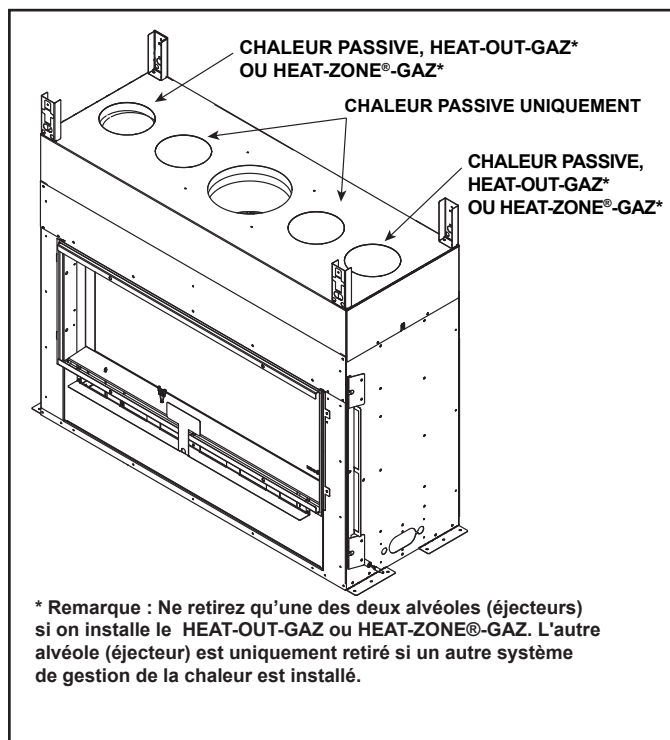

Figure 6.4
- La chaleur passive peut être utilisée avec le HEAT-OUT-GAZ ou un HEAT-ZONE®-GAZ. Les alvéoles défonçables correspondantes, comme illustré à la Figure 6.4, doivent uniquement être utilisées comme il est indiqué.